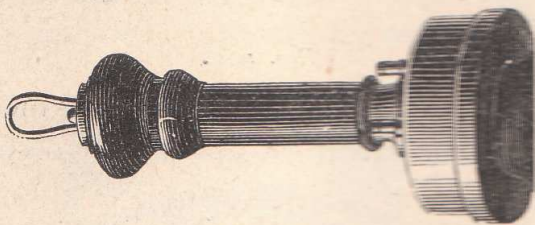

Fig. 160.
56. Le même, boîtier et couvercle en métal nickelé, manche en bois noir, forme Bell (*fig. 160*).